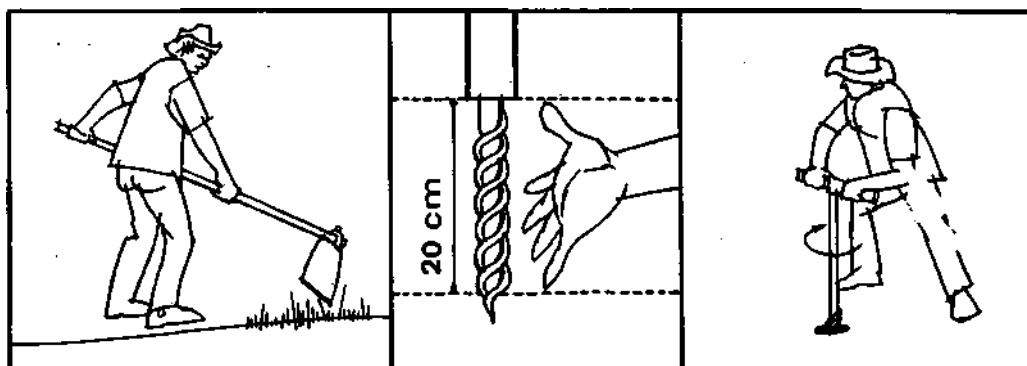

fig. 3
- b) Gire o trado para entrar na terra até a marca de 20 centímetros do trado. Isto é, mais ou menos um palmo (fig. 3).